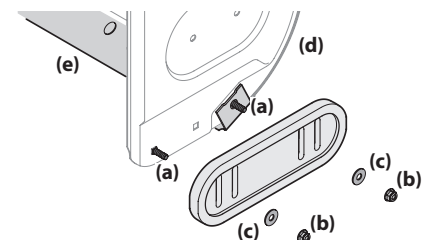

Figura 2-50
1. Use los dos pernos de carro (a) y las tuercas de brida hexagonales (b) y las arandelas planas (c) (si están equipadas) para ajustar la zapata antideslizante a la caja de la barrena (d). Ajuste a mano las tuercas hexagonales con reborde. Consulte la Figura 2-50.